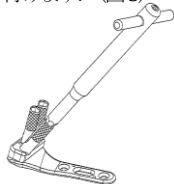

図2
- 2) プレートの遠位部スクリューホールに、ブロック型ガイドを設置し、遠位ドリルスリーブ (S) をねじ込み、六角3.8中空レンチにて固定します。（図2）